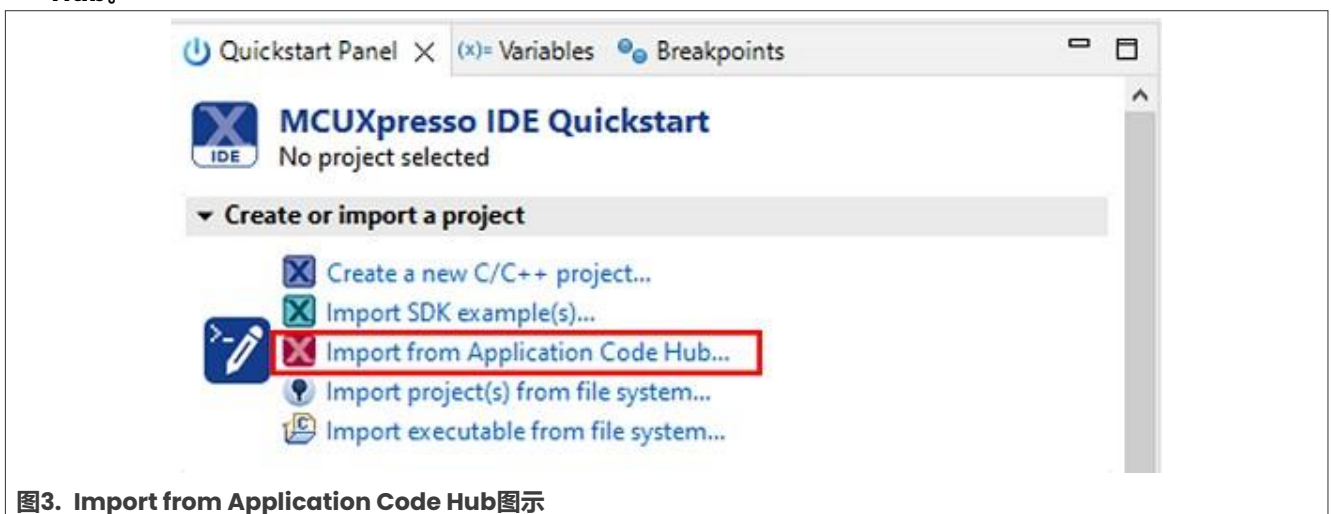

图3. Import from Application Code Hub图示
1. 如图3所示, 打开MCUXpresso IDE 11.9.0。在**Quick Start Panel**中, 选择**Import from Application Code Hub**。